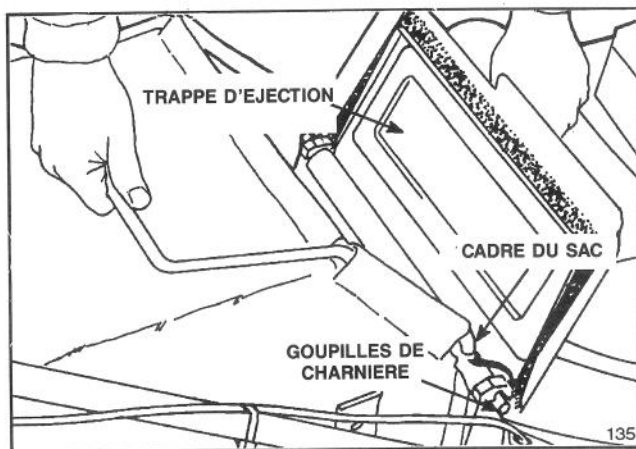
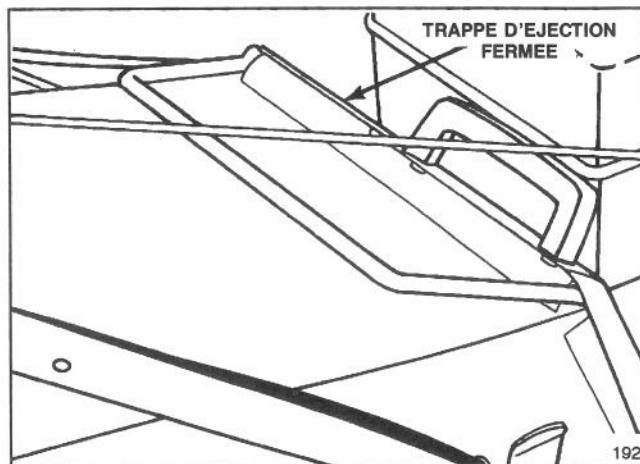

Figure 2
Figure 3
4. Pour monter le sac à herbe, soulevez la trappe d'éjection et accrochez le cadre du sac aux goupilles de charnière (figure 2). Laissez le sac reposer sur le carter de la tondeuse par-dessus l'orifice d'éjection. Abaissez la trappe et vérifiez qu'elle se ferme bien sur le pourtour du haut de l'ouverture du sac (figure 3).